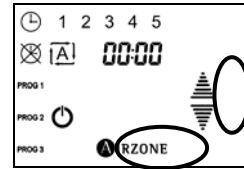

Fig. 27 - Selección de la hora de inicio
- 6) Seleccione con las flechas de selección la hora del tiempo de inicio y confirme con una pulsación sobre el icono AIRZONE (Fig. 27).
- 7) Seleccione con las flechas de selección los minutos de la hora de inicio y confirme con una pulsación corta sobre el icono AIRZONE (Fig. 27).